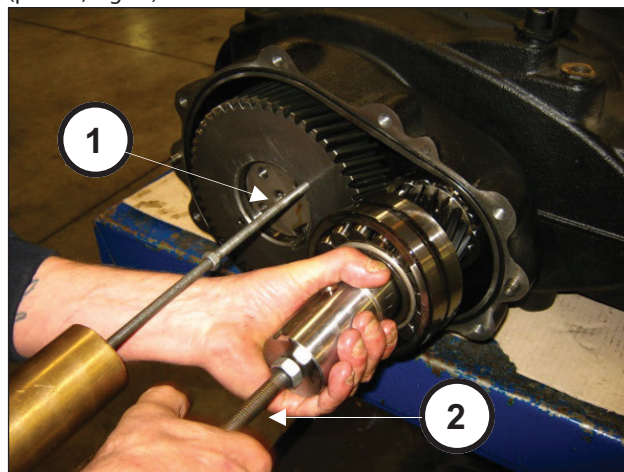

Fig. 12
Para poder desmontar el grupo del piñón y la corona, es necesario colocar los extractores de percusión en los 2 orificios M8 de la corona (pos. ①, Fig. 12) y el orificio M12 del piñón (pos. ②, Fig. 12).